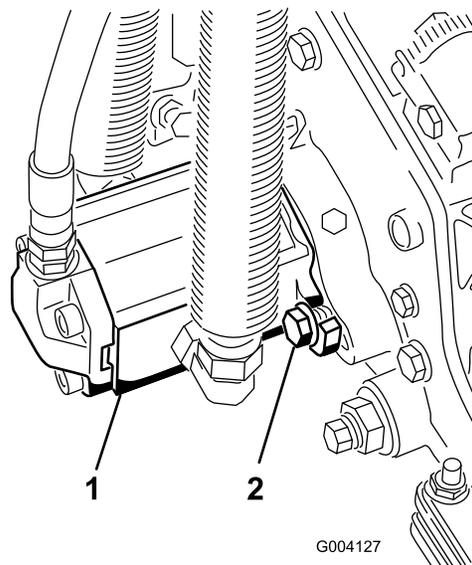

図 30
- モータを手を持ち、右回りにひねってモータのフランジをボルトから逃がしながら、キャップスクリューにモータをセットする(図30)。